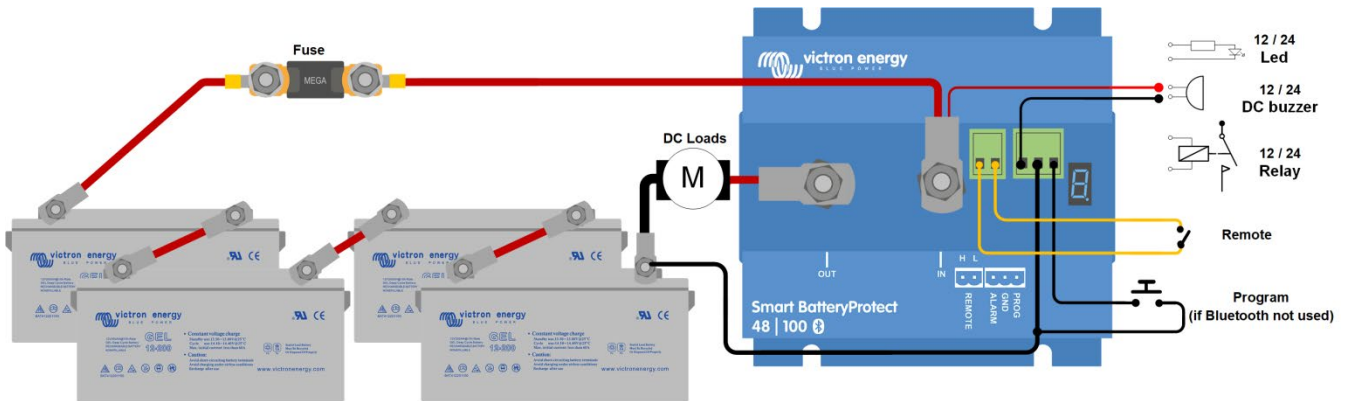

Bild 1 Kopplingschema för SBP 48|100
- Zwischen Fern-H und Fern-L kann ein Fern-Ein/Aus-Schalter angeschlossen werden (siehe Abbildung 1).